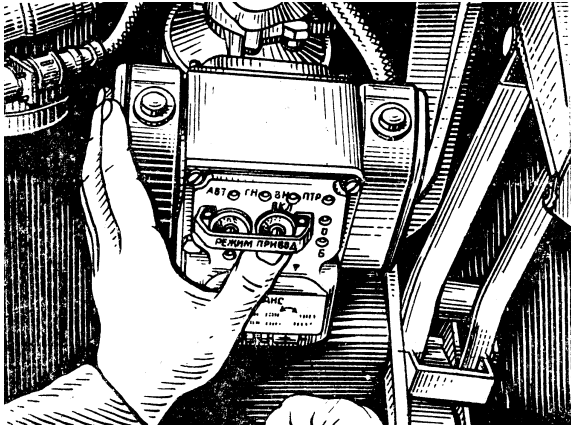
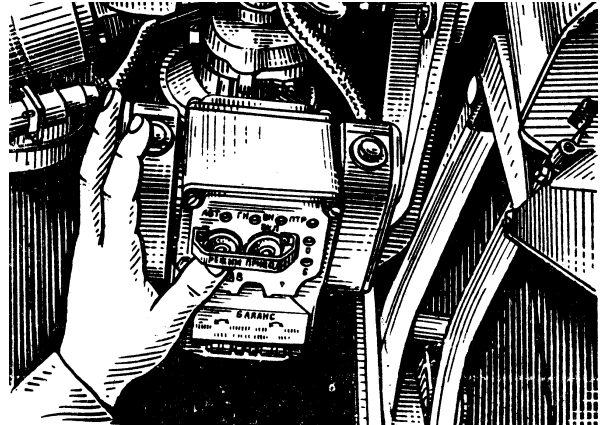

Рис. 32. Переведення вимикача «ПРИВОД» у положення «ВКЛ.»
Рис. 33. Установка перемикача РЕЖИМ у положення АВТ. (ПАВ)
- вмикає стабілізатор озброєння та перевіряє його роботу в автоматичному і напівавтоматичному режимах, для чого переводить вимикач «ПРИВОД» у положення «ВКЛ.»⁷ (рис. 32), а перемикач режиму роботи стабілізатора в положення «АВТ.» чи «ПАВ.» (рис. 33) і за 15-20 сек після ввімкнення стабілізатору озброєння (що визначається по загорянню на пульті управління світлових діодів «ВН», «ГН», «АВТ.» або «ПАВ.») береться руками за рукоятки пульта та, попередивши командою «Наведення пультом», відхиляє рукоятки пульта управління від себе та на себе для надання спареній установці відповідних кутів підвищення (зниження) та обертає пульт управління навколо вертикальної осі для повороту башти праворуч і ліворуч;